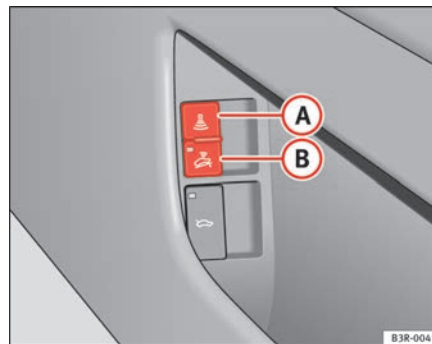

Fig. 79 Interruptor da vigilância do habitáculo
- Abra a porta e puxe o interruptor **(A)** com o símbolo  que se encontra num dos lados do compartimento porta-objectos da porta do condutor ⇒ página 111, fig. 79.
- Abra a porta e puxe o interruptor **(B)** com o símbolo  que se encontra num dos lados do compartimento porta-objectos da porta do condutor ⇒ página 111, fig. 79.